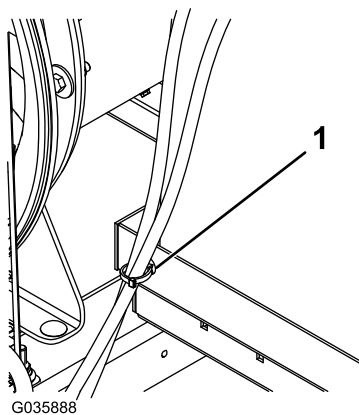

Figura 10
11. Coloque el clip con brida al lateral de la bandeja del depósito de combustible y sujete las 2 mangueras del depósito de combustible al clip (Figura 10).